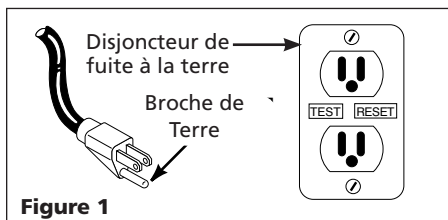

Figure 1
11. Cet équipement est réservé à une utilisation de 120 volts (monophasé) et est doté d'un cordon à 3 conducteurs et 3 broches approuvés, une fiche de type mise à la terre comme indiqué dans la Figure 1 (voir la page 6 Fr).
Pour réduire le risque de décharge électrique, le moteur doit être bien mis à la terre adéquatement. Ceci peut se faire en insérant la fiche directement dans une prise mise à la terre à 3 broches (DDFT) installée et mise à la terre correctement (comme indiqué dans la Figure 1).